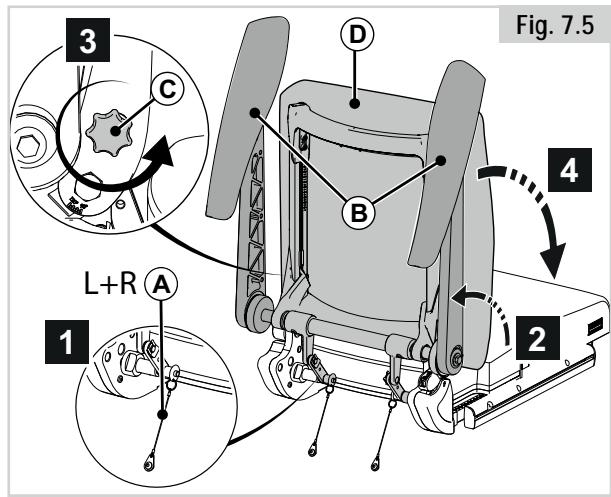

Fig. 7.5
7.4 Fällbart ryggstöd med bakåtlutade armstöd (Fig. 7.5)